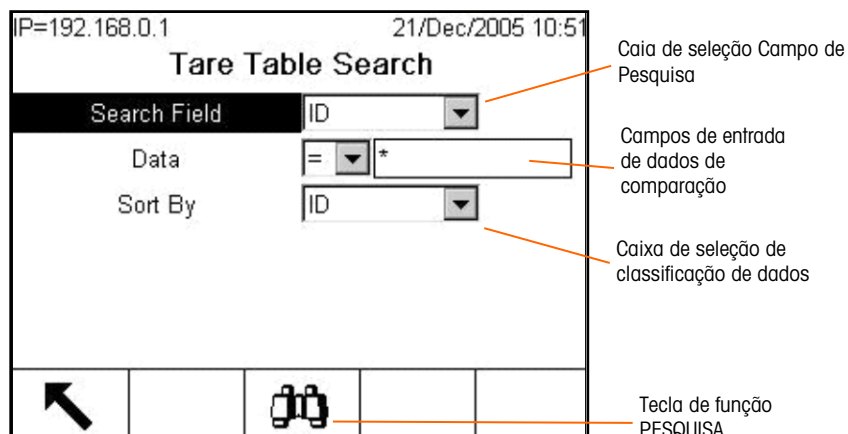

Figura 2-38: Tela Tare Table Search (Pesquisa de Tabela de Tara)
- Para selecionar um subconjunto de registros da tabela, pressione a tecla de função PESQUISA NA TABELA . A Tela de Pesquisa para o tipo de relatório selecionado é exibida (veja a Figura 2-38).